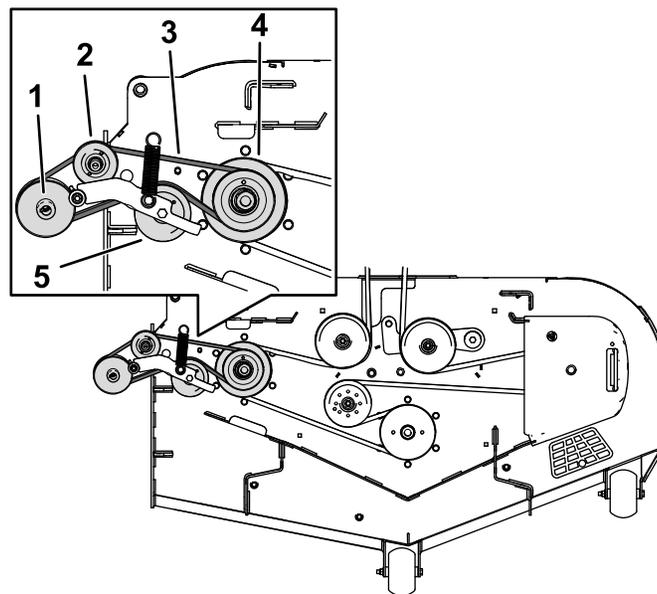

Figura 43
1. Coloque la correa del soplador alrededor de la polea motriz, como se muestra en la Figura 43.